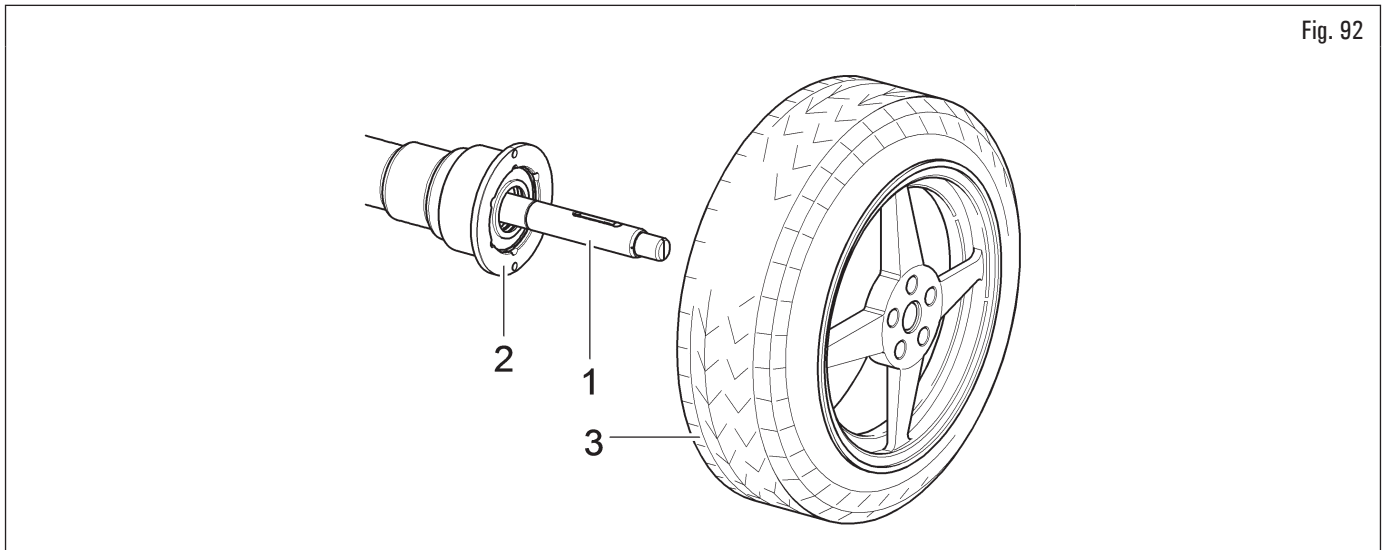

Fig. 92
2. nettoyer le mandrin (Fig. 92 réf. 1) avant de monter la roue ;
3. monter la roue (Fig. 92 réf. 3) avec le côté interne de la jante vers l'équilibreuse jusqu'à ce qu'elle arrive en butée contre le flasque d'appui (Fig. 92 réf. 2) ;